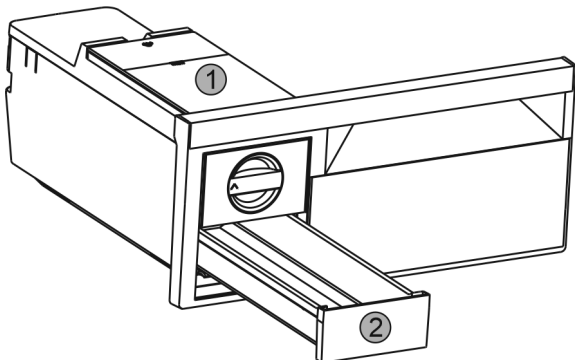

Fig. 39
- ▶ Зняти бак для води Fig. 39 (1) та висувний ящик для виробництва кубиків льоду Fig. 39 (2).